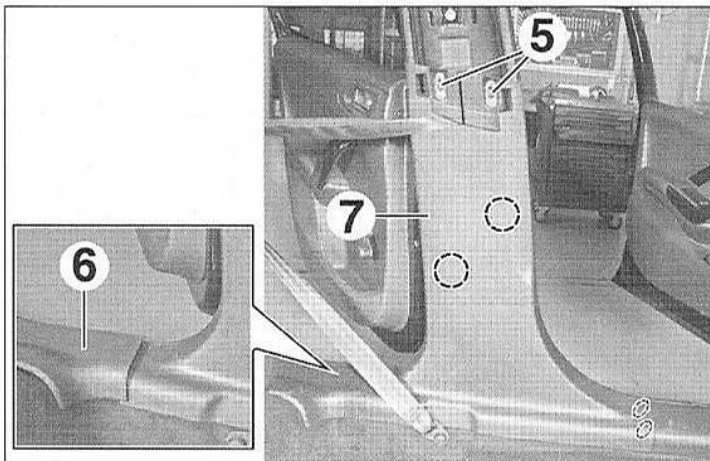

FIG.39
- Déposer les vis (5) (Fig.39).
- Dégrafer la partie avant de la garniture de seuil (6).
- Dégrafer et déposer la garniture inférieure de pied milieu (7).